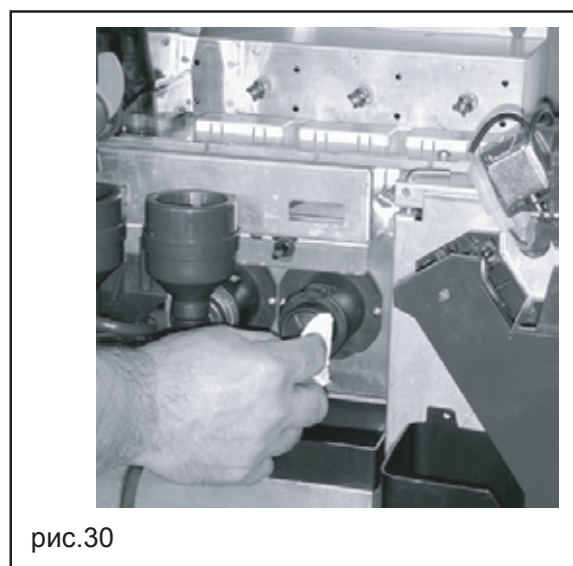

рис.30
- протрите раствором несъемные части диспенсоров (рис. 30).